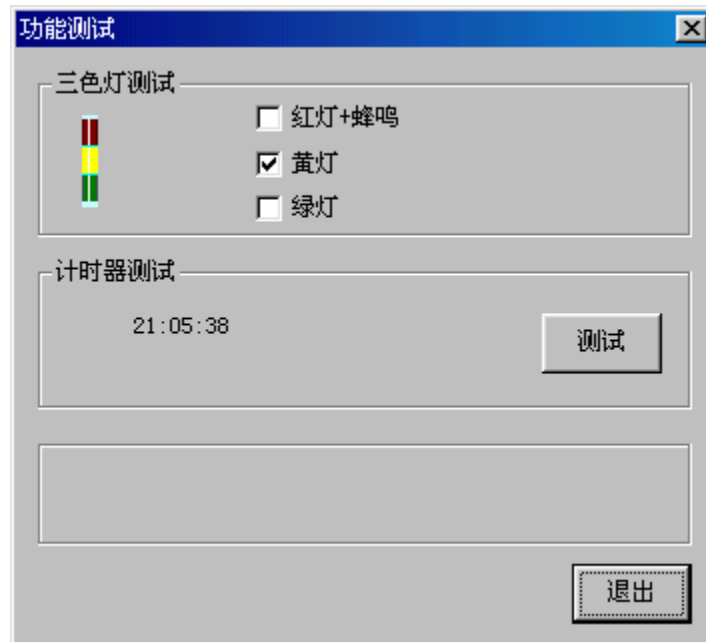

图 5-13
1. 单击工具栏上[测功能] 按钮，显示“功能测试”对话框。如图 5-13 所示。